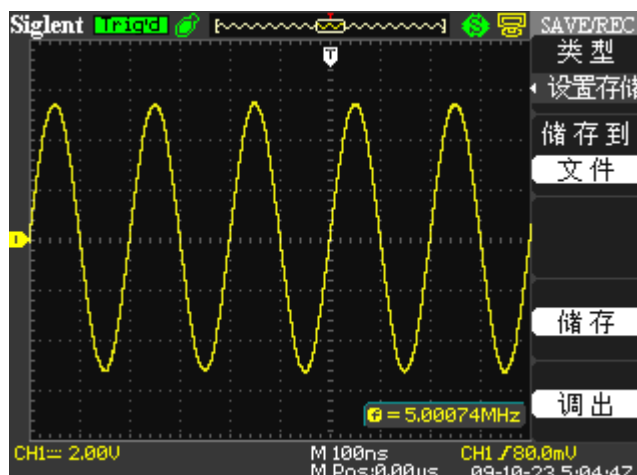

图 2.12-6
1. 按 SAVE/RECMLL 按钮，并选择类型为“设置存储”。如图 2.12-6。